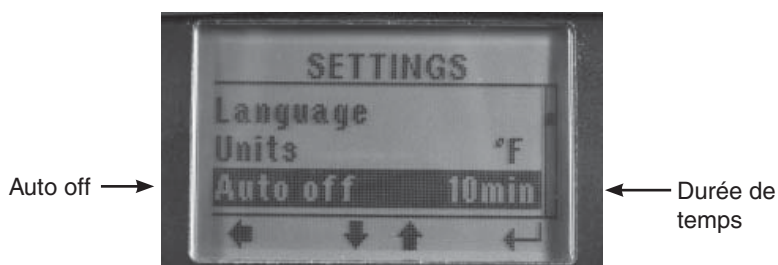

Figure 14. Auto Off
3. Utiliser les bouton Monte/Descend pour défil er sur « Auto off » (Figure 14)